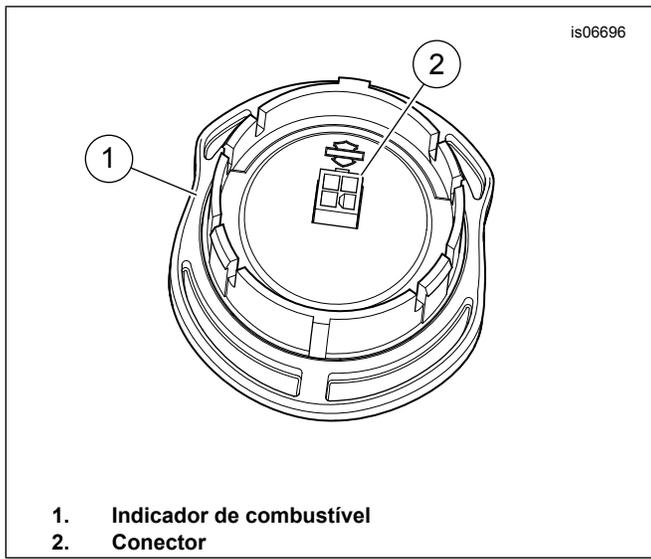

Figura 1. Conector do indicador de combustível
1. Veja Figura 1. Conecte o conector do chicote de fios no conector do indicador de combustível (2).